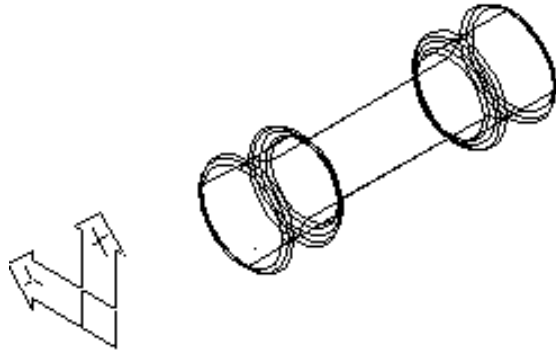

Рис.25
- 6). Установить изометрический вид (команда из главного меню **View/3d Viewpoint/SW Isometric**). Повернуть оси системы координат, как показано на рис. 25 (команда **Options/UCS/X,Y** или **Z**).